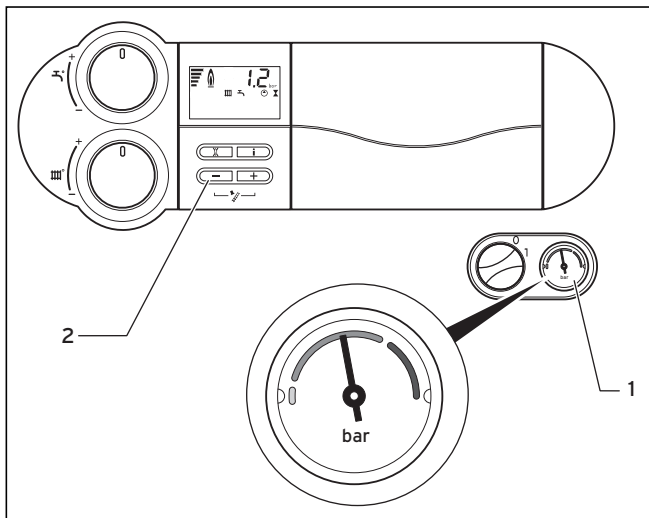

Abb. 6.2 Fülldruck der Heizungsanlage prüfen
Für einen einwandfreien Betrieb der Heizungsanlage muss das Manometer (1) bei kalter Anlage in der oberen Hälfte des dunkelgrauen Bereichs stehen (siehe Abb. 6.2). Dies entspricht einem Fülldruck zwischen 1,0 und 2,0 bar.